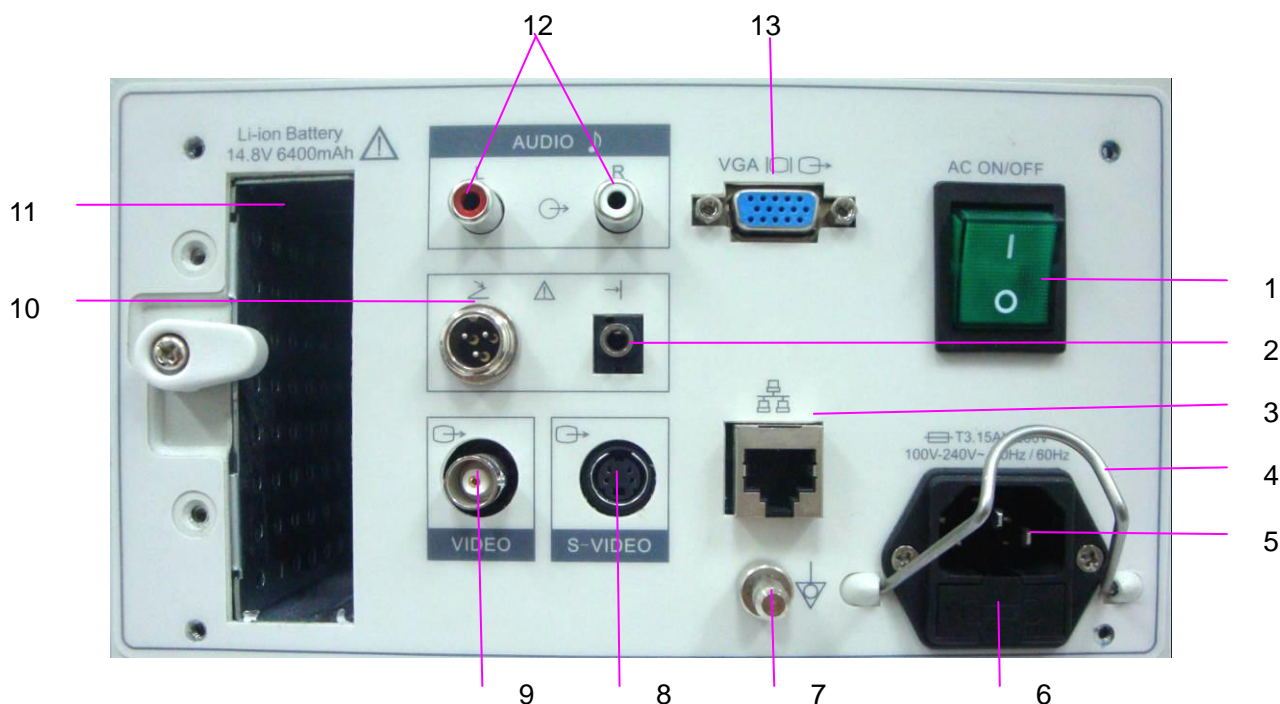

Рис. 4-5 Порты ввода-вывода на задней панели
4. Детали и принадлежности необходимо подключать к портам ввода/вывода, обозначенным на *Рис. 4-5 Порты ввода-вывода на задней панели*. Например, к портам USB можно подключать только входящие в комплект поставки или рекомендуемые USB-устройства; НЕ подсоединяйте телефонную линию к сетевому порту; НЕ подсоединяйте наушники к порту ножной переключателя или удаленному порту.
Справка *Рис. 4-5 Порты ввода-вывода на задней панели.*